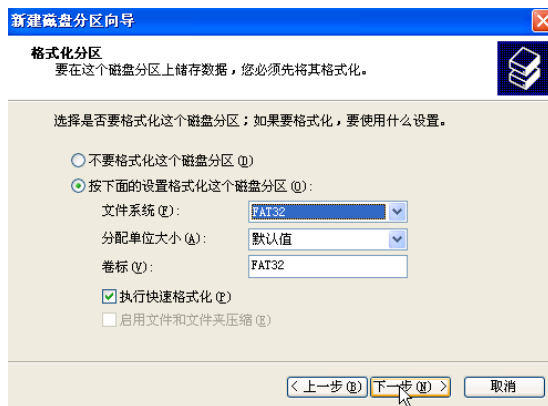

图 5-105 分成 FAT32 格式
(6) 我们分成 FAT32 格式，如图 5-105 所示。